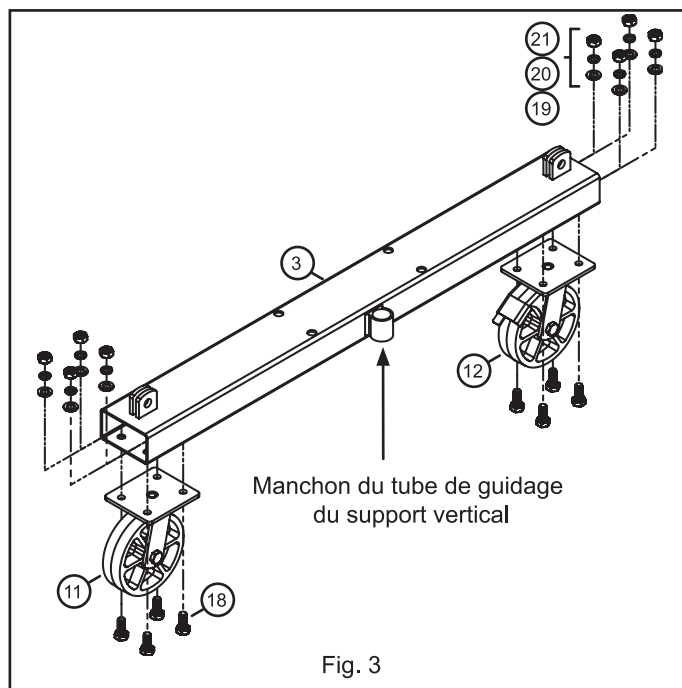
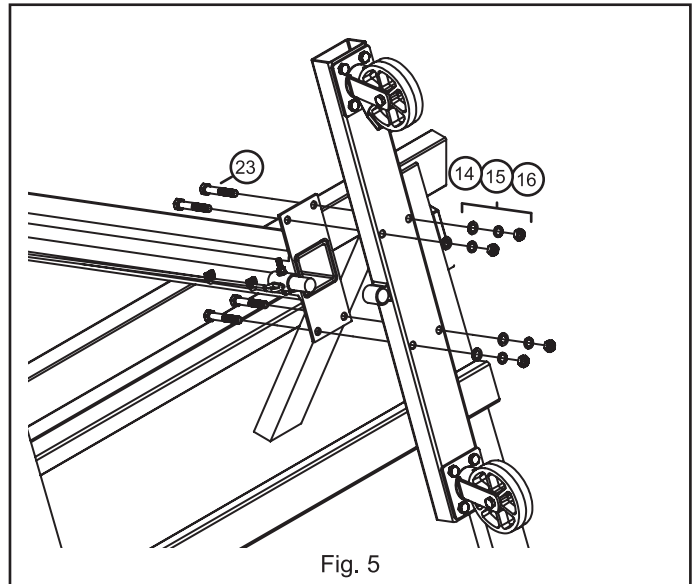

Fig. 3
Fig. 5
Étape 3 : Assemblez le tube transversal de la base, fig. 3. Assemblez les roulettes pivotantes (11) et les roulettes pivotantes à verrouillage (12) sur le tube transversal de la base (3), comme indiqué sur la fig. 3. Placez une roulette pivotante (11) sur la partie inférieure du tube transversal de la base (3) et utilisez quatre boulons M10 x 25 mm (18), des rondelles plates M10 (19), des rondelles frein (20) et un écrou M10 (21) pour la fixer solidement au tube transversal de la base (3). Serrez ces pièces de fixation entre 38 et 43 Nm (28 et 32 pi-lb). Répétez ces étapes pour installer la roulette pivotante à verrouillage (12) sur le tube transversal de la base (3). Répétez l'opération pour l'autre tube transversal de la base (3).
À l'aide de la fig. 3 comme exemple, la roulette pivotante à verrouillage (12) est représentée sur le côté droit par rapport au manchon du tube de guidage du support vertical. Lors de l'assemblage du second tube transversal de la base (3), la roulette pivotante à verrouillage (12) se trouvera du côté gauche par rapport au manchon du tube de guidage du support vertical.
Une fois les supports verticaux appuyés sur les chevalets, alignez le manchon du tube de guidage du support vertical, référencé sur la fig. 3, sur le tube de guidage du support vertical, et alignez les quatre trous au bas de la bride du support vertical avec les trous du tube transversal de la base (3), comme indiqué sur la fig. 5. Placez quatre boulons M12x110 (23) à travers la bride du support vertical et le tube transversal de la base (3), puis placez une rondelle plate M12 (14), une rondelle frein M12 (15) et un écrou M12 (16) sur chaque boulon. Utilisez une clé dynamométrique et serrez les pièces de fixation à un couple compris entre 75 et 88 Nm (55 et 65 pi-lb).